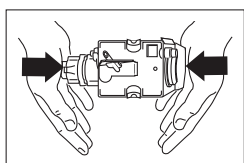

Fig. 43
**Notă:** Dacă unitatea de infuzare este greu de introdus, trebuie mai întâi să o adaptați la dimensiunile corecte, apăsând-o cu putere din partea de jos și din cea de sus (Fig. 43).